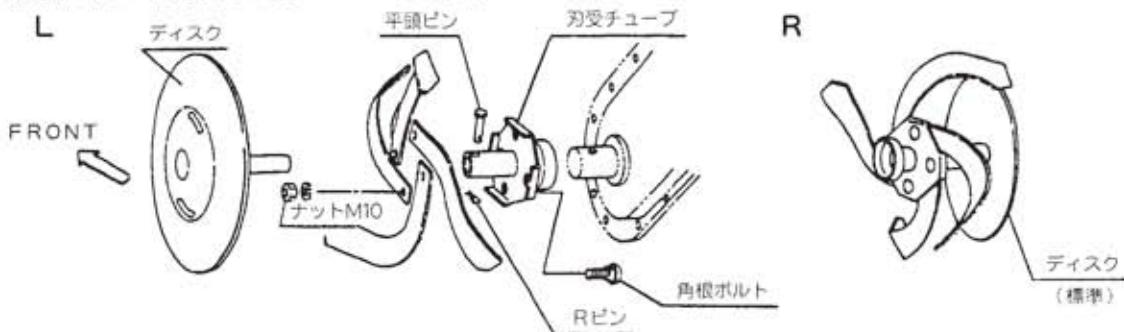

図1
- 爪は向きと回転方向を確認して、上図(図1-①、②)のように取付けてください。
- 作業幅30cmのときには、上図(図1-③)のように取付けてください。